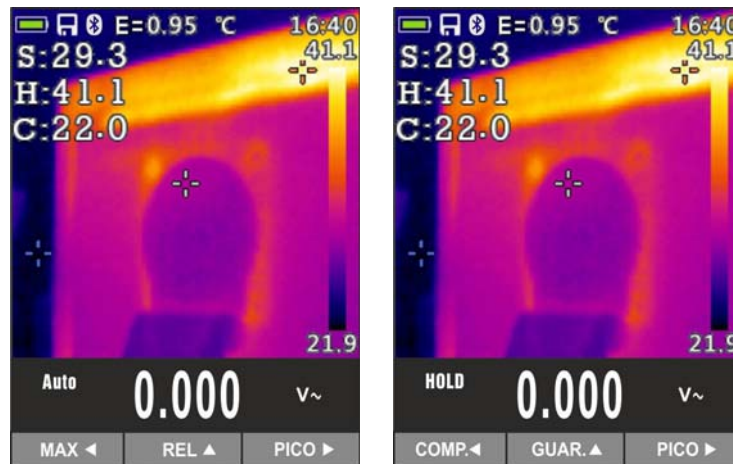

Fig. 41: Guardado imagen IR
9. Pulse la tecla **HOLD/ESC** para fijar el resultado. El mensaje "HOLD" aparece en el visualizador y la tecla **REL ▲** se convierte en **GUAR. ▲** (ver Fig. 41 – parte derecha)